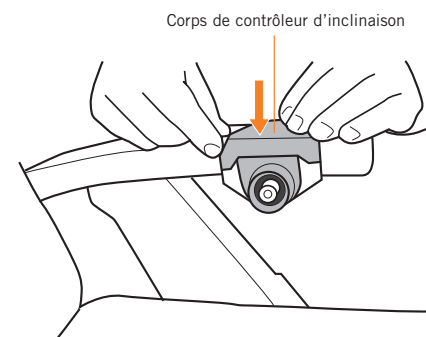

Fig.8
3. **PC-600/610:** Placez le boîtier en position sur l'accoudoir gauche, comme illustré (Fig. 8).